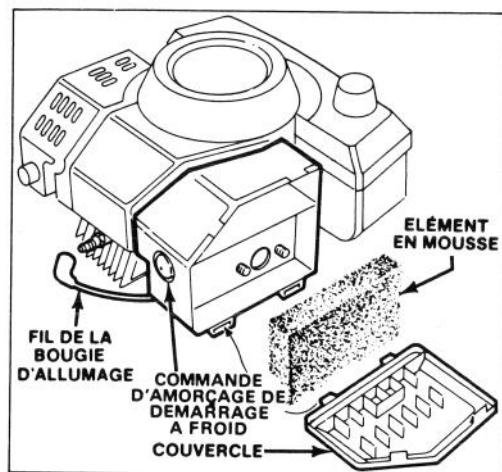

Figure 11
3. DAMARRAGE MANUEL — Placez la commande des gaz en position ETRANGULEUR (CHOKE). Recouvrez du pouce l'orifice au centre de la commande d'amorçage et appuyez une fois sur celle-ci (Fig. 11). Tirez le démarreur manuel monté sur le moteur et réglez la commande des gaz selon le besoin quand le moteur démarre.
2. Soulevez les languettes du dessus du couvercle du filtre à air et faites pivoter le couvercle. Nettoyez soigneusement le couvercle (Fig. 11).
3. Si l'extérieur de l'élément en mousse est sale, retirez-le complètement du boîtier du filtre à air. Nettoyez-le soigneusement (Fig. 11).